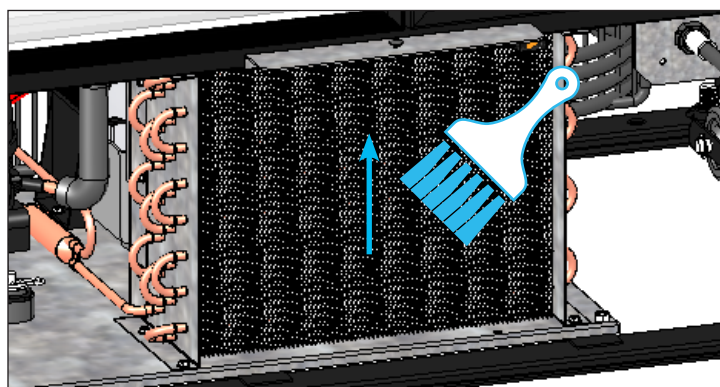

Fig. 3. Ne brossez jamais en travers des ailettes du serpentin.
3. À l'aide d'une brosse à soies dures, nettoyez soigneusement la saleté accumulée sur les ailettes du serpentin du condenseur avant Voir fig. 3.